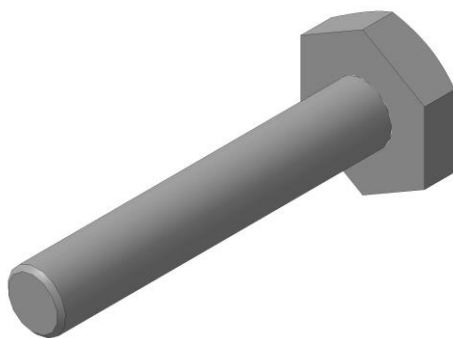

Рис. 1. *Болт М14*
1. По указанным данным выполните электронную 3D модель болта М14 (Рис.1).